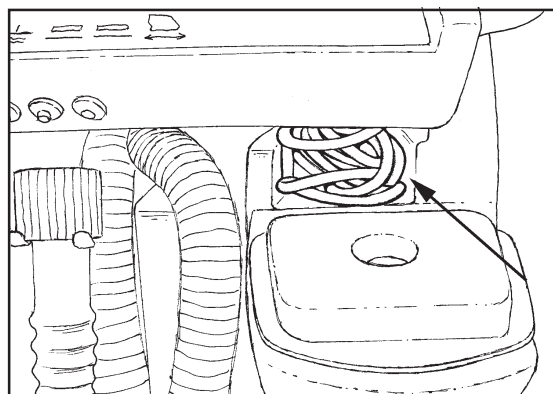

Figura 29
2. Guarde el cable eléctrico de conexión con el cargador en el compartimento respectivo de la máquina (Refiérase a la Figura 29).